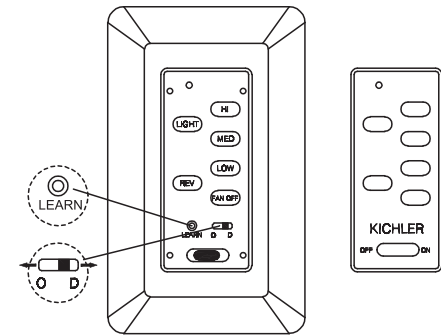

Fig. 21
Étape 1. Une fois l'installation terminée, appuyez sur le bouton « LEARN » et maintenez-le enfoncé pendant 3 secondes dans les 30 secondes suivant la mise sous tension. Le ventilateur s'allumera à vitesse moyenne et la lumière (si installée) s'allumera. Cela confirme que le paramètre « SMART SYNC » est actif et ok. (Fig. 21)